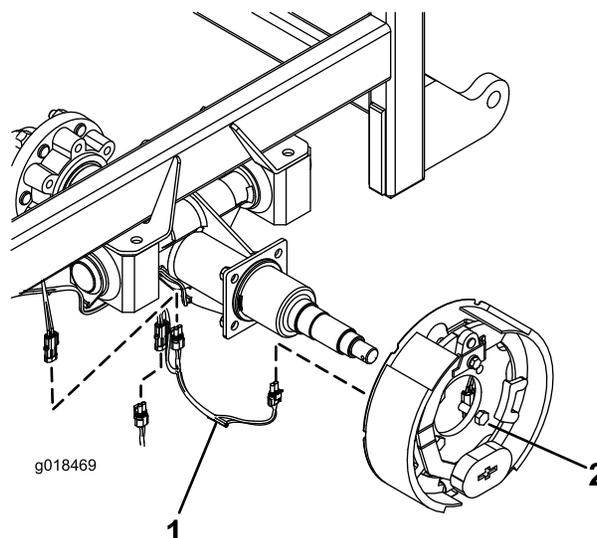

Figure 1
Remarque: Vérifiez que les boulons de fixation sont montés avec la tête sur le frein (Figure 1) et les écrous sont appuyés contre le flasque d'essieu.
13. Branchez le nouveau faisceau de câblage (Figure 1) comme suit :